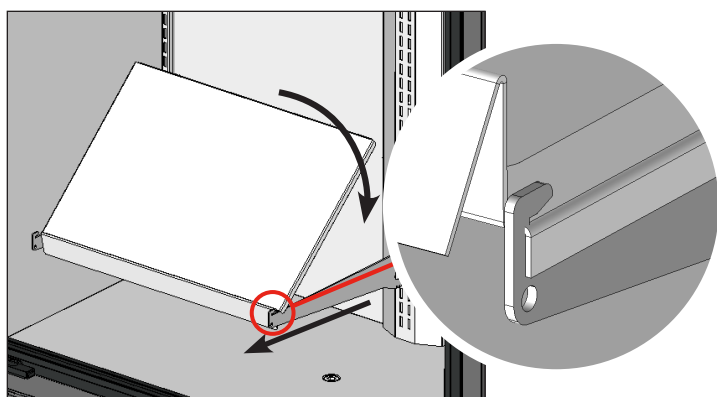

Рис. 9. Установка полки путем приподнимания ее задней части. Убедитесь, что боковые стороны полки свисают с кронштейна.
5. Поднимите заднюю часть полки. Установите полку на опорные кронштейны. См. рис. 9.
6. Осторожно опустите заднюю часть полки и вставьте полку под опорный выступ. См. рис. 9 и 10.